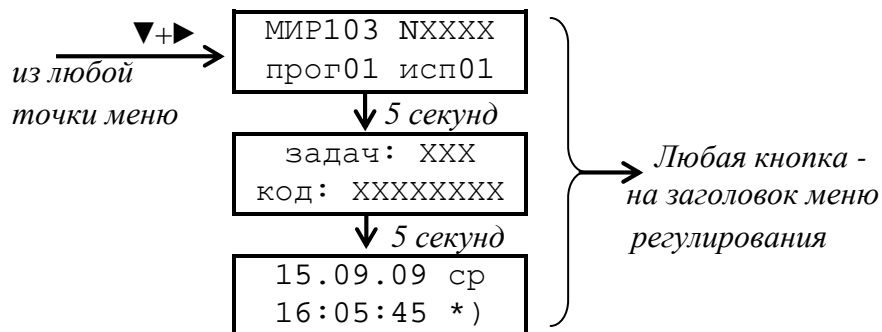

Рисунок 2.8 - структура начального пункта меню
2.4.2.1 При включении питания дисплей выходит на уровень начальной индикации (см. рисунок 2.8). Сюда же происходит переход из любой точки меню при одновременном нажатии двух кнопок «▼» и «▶». Уровень состоит из трех последовательно выполняющихся шагов. Длительность первого и второго шагов по 5 секунд, длительность третьего не ограничена. Выход на уровень меню заголовков – кратковременным нажатием любой кнопки.